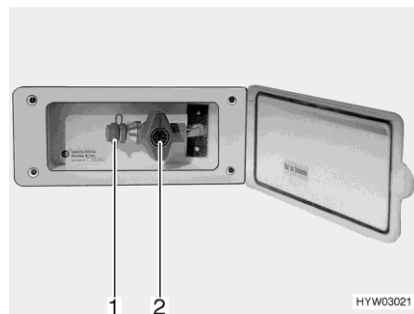

Bild 88 Extern gasanslutning (gasavstängningsventilen stängd)
- Anslut den externa gasapparaten till anslutningar (Bild 88,1).
- Öppna gasavstängningsventilen (Bild 88,2).